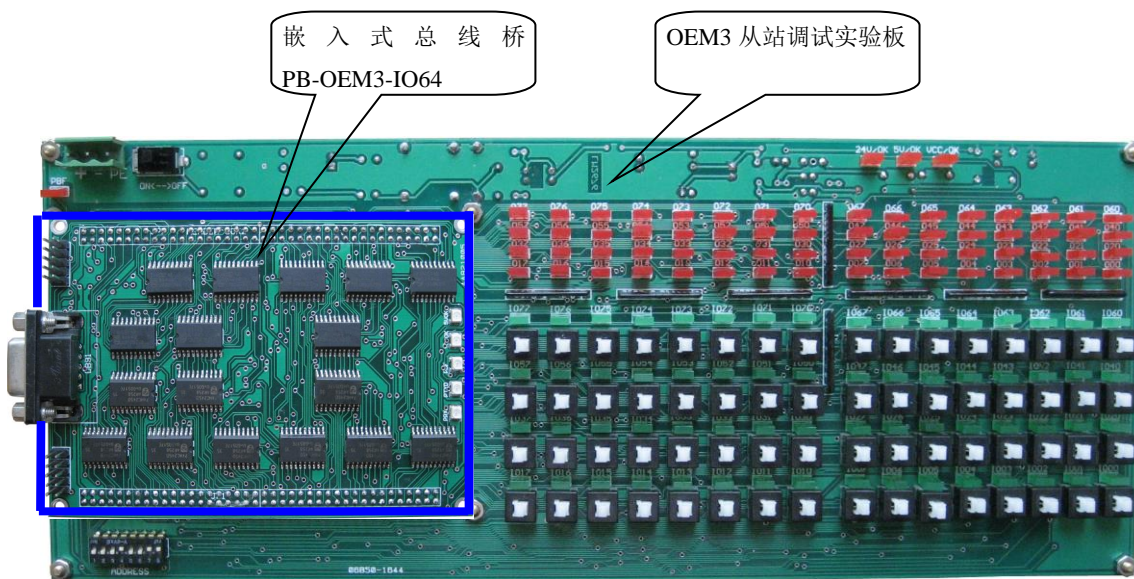

图 4-2 OEM3 从站硬件图
② 将一块嵌入式总线桥 PB-OEM3-IO64 的 JP1 和 JP2 的插接管脚嵌入到 OEM3 评估板中就组成了一个 OEM3 从站，见下图 4-2 所示：